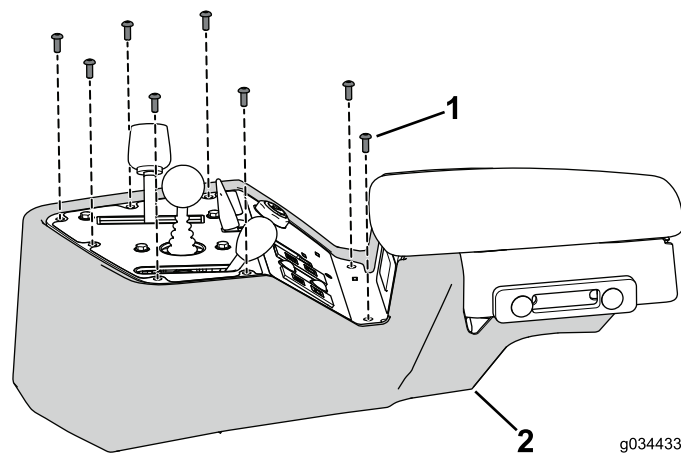

Figura 32
1. Utilice los 8 pernos que retiró anteriormente para sujetar la cubierta de la consola a la consola (Figura 32).